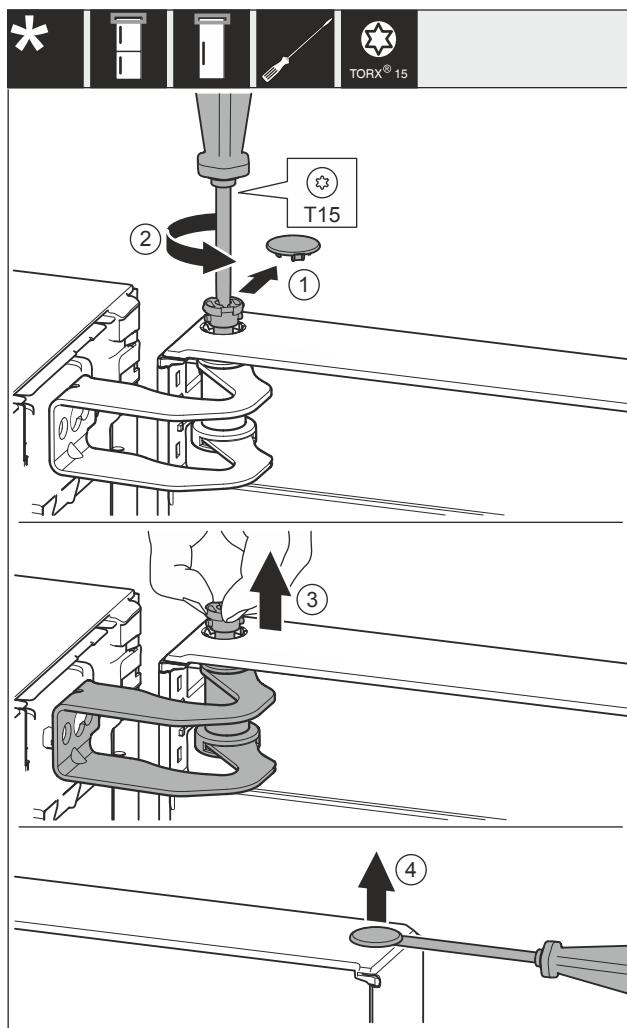

Fig. 17
- Retirer le couvercle Fig. 17 (1) avec prudence.
- Dévisser légèrement l'axe Fig. 17 (2) avec un tournevis.
- Retirer l'axe Fig. 17 (3) avec les doigts.
- Soulever et retirer le couvercle Fig. 17 (4) au moyen d'un tournevis, avec prudence.